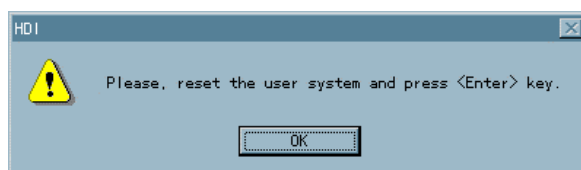

図 4.6 リセット要求ダイアログ
- PCの画面にダイアログ（図4.6参照）が表示されるので、SH7727SEのリセットスイッチ（SW1）をONにし、CPUをリセット後、「OK」ボタンをクリックまたは、<Enter>キーを押してください。